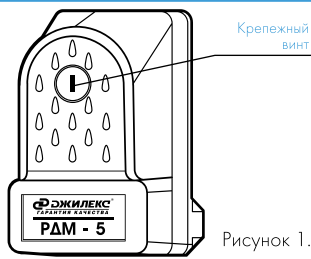

Рисунок 1.
- отвинтив крепежный пластмассовый винт (см. рис. 1), снять крышку реле.